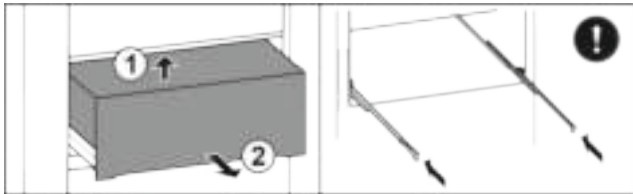

Fig. 36
- ▶ Van achter, onder optillen Fig. 36 (1).
- ▶ Er naar voren toe uitnemen Fig. 36 (2).